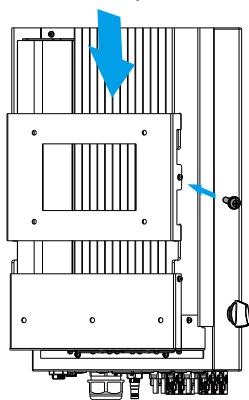

Figura 10. Encaixe do inversor no suporte
3. O Encaixe é feito deslizando do inversor de cima para baixo no suporte. Use os parafusos M4 para fixar o inversor no suporte. Ver figura 10.